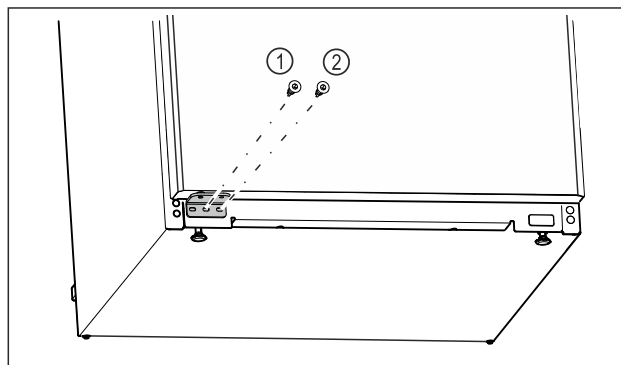

Fig. 18
- ▶ Затяните центральный винт опорного кронштейна *Fig. 18 (1)* отверткой Torx 20.
- ▶ Затяните внутренний винт опорного кронштейна *Fig. 18 (2)* отверткой Torx 20.